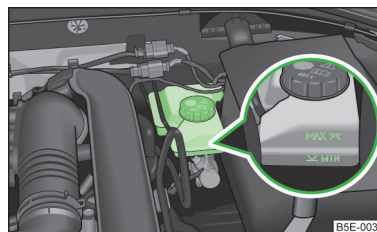

Fig. 151
- Comprobar el nivel de líquido de frenos en el depósito » fig. 151. El nivel debe encontrarse entre las marcas "MIN" y "MAX".